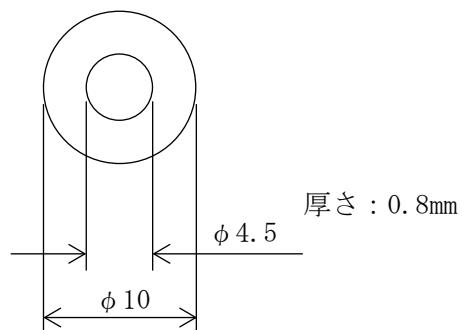

図 3-18 ワッシャー(M4 用)の寸法図
- ・ ワッシャー(M4 用) × 4 個 (図 3-18 参照 お客様にてご準備ください。)